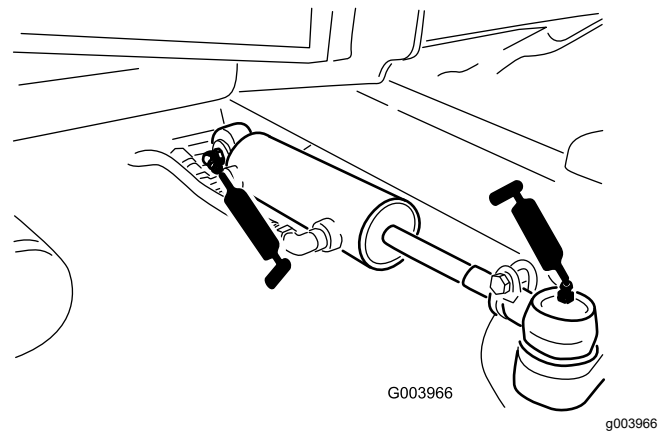

Figura 106
- Rótulas do cilindro de direção (2) (Figura 106)